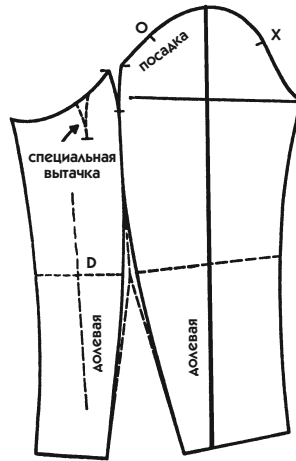

Рис. 201
- **Второе решение:** если мерка обхвата руки не может быть ни в коем случае уменьшена и особенно если вы по опыту знаете, что пышный рукав будет неплохо выглядеть на этой фигуре (а мода иногда предлагает такие рукава), тогда ничего не меняйте ни в обхвате руки, ни в окружности проймы. Если вы испытываете трудности при посадке рукава в пройму, возможно, лучше сделать вытачку на нижней половине рукава (см. ниже пояснение к рис. 201).
- Уберите излишнюю ширину по линии локтя поровну с каждой половинки рукава (рис. 201).
- Соедините полученные точки слегка изогнутыми плавными линиями с вытачкой от оката рукава. Затем так же продолжите их вниз, как показано на рис. 201 (рукав из двух деталей).
22. **Маленькая вытачка от длинного оката.** Мы уже видели на предыдущих страницах, что иногда возникает необходимость сделать маленькую вытачку, чтобы уменьшить ширину слишком длинного оката рукава. На рис. 201 такая слегка изогнутая вытачка, выполненная мелким пунктиром, расположена на нижней половинке рукава и практически незаметна.